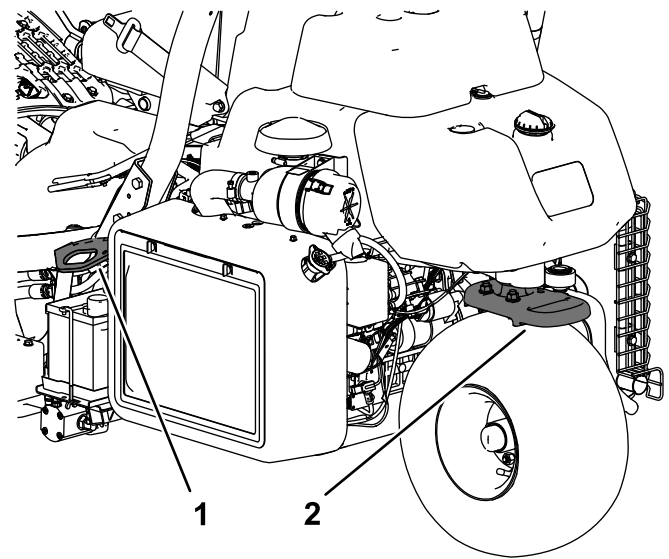

Figura 35
- Amarre la máquina firmemente con correas, cadenas, cables o cuerdas. Tanto las correas delanteras como las traseras deben orientarse hacia abajo y hacia fuera respecto a la máquina (Figura 35).